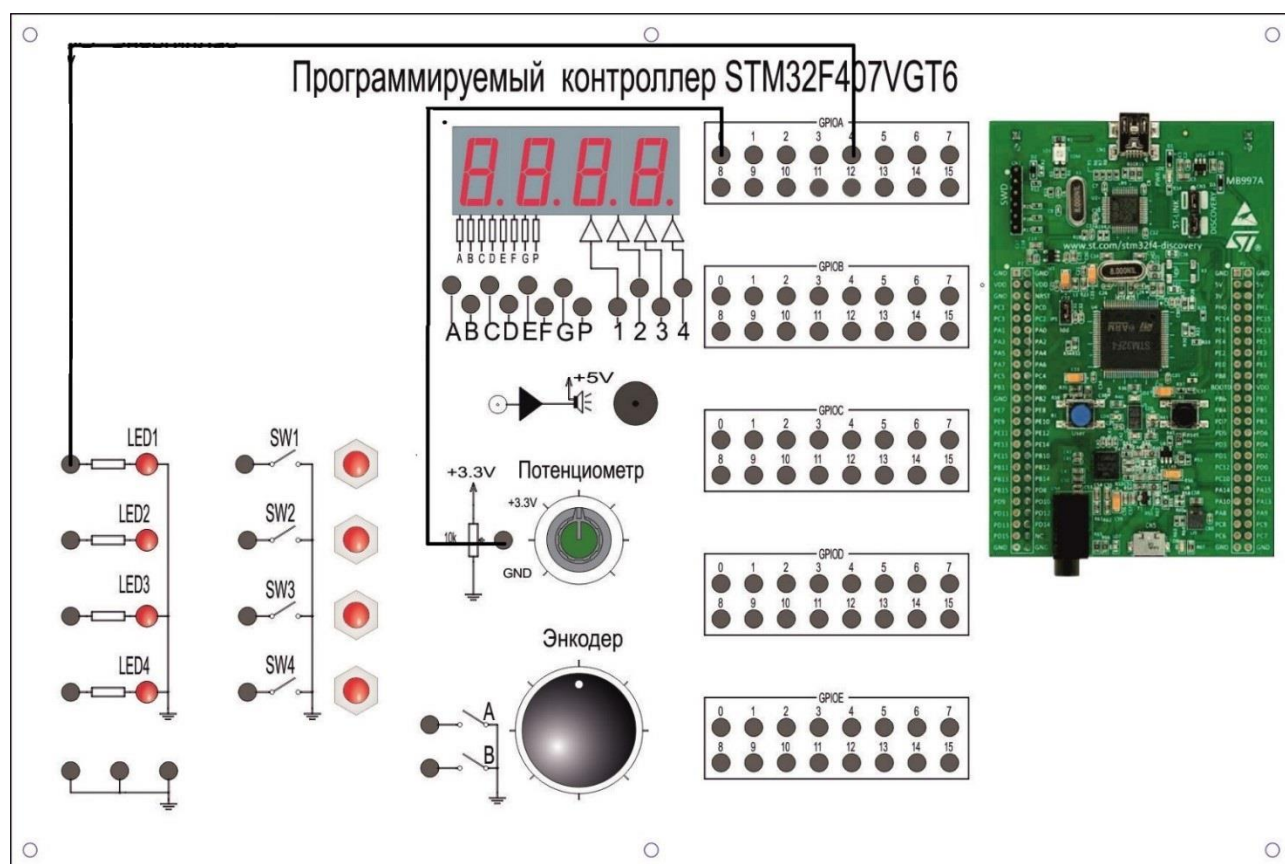

Рисунок 44. Схема соединений
5. Изучите схему, представленную на рис. 44.